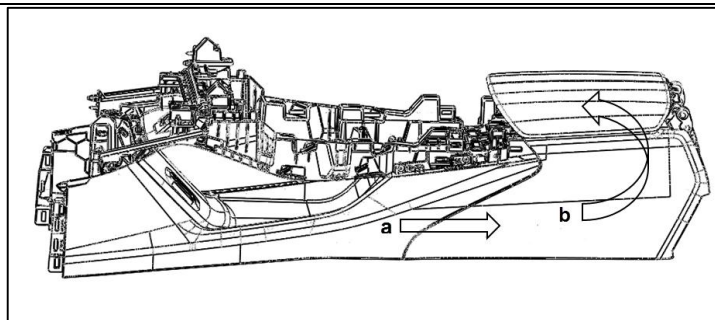

图 1.6.11 副仪表板本体总成的拆卸
- (4) 慢慢将副仪表板本体总成向车后方向移动适当距离, 使副仪表板总成前端与仪表板配合处松开。
- (5) 用手拖住副仪表板本体总成将本体总成后部慢慢向上抬起, 与地板成一定适当角度; 同时将整个本体总成向上抬高, 使副仪表板本体避让风道, 最后将本体总成取下。如图1.6.11所示: